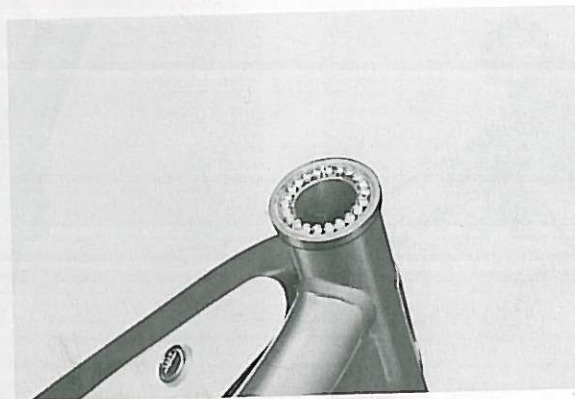

Fig. 5-7-11
3. Grease the lower ball race of the upper assembly and arrange the balls around it. Then apply more grease and set the top race into place. (Fig. 5-7-11)
3. Garnir de graisse la cuvette inférieure du roulement situé en haut, et disposer les billes sur son pourtour. Ensuite, ajouter de la graisse sur les billes, et poser la cuvette supérieure. (Fig. 5-7-11)
3. Unteren Laufring des oberen Lagers einfetten und die Kugeln auflegen. Danach nochmals Schmierfett auftragen und den oberen Laufring aufsetzen. (Fig. 5-7-11)